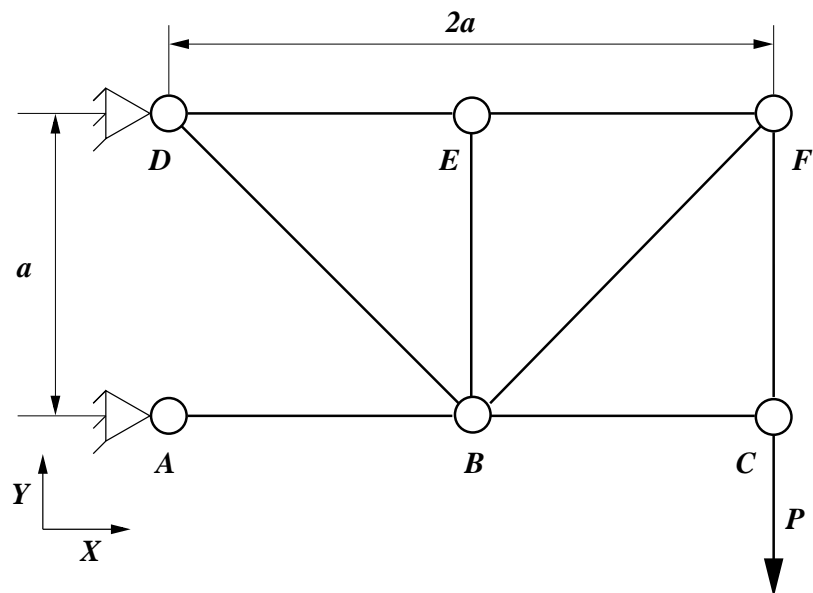

Figure 1: treillis à améliorer
On souhaite concevoir un treillis destiné à supporter une charge verticale P . Le cahier des charges nous impose la position des points d'attache (A et D) du treillis, ainsi que le point d'application (C) de la charge P . Une première ébauche réalisée par un ingénieur débutant est représentée sur la figure 1.